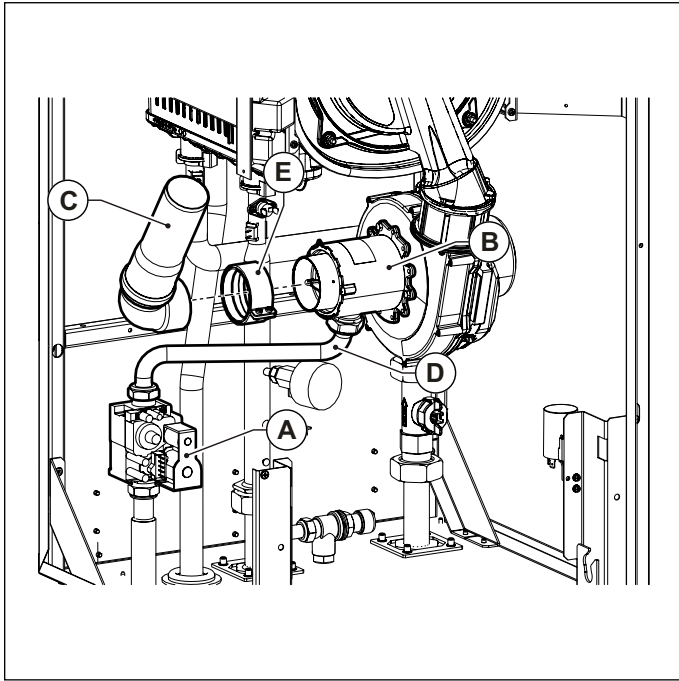

Fig. 32 Marmitta di aspirazione
- Rimuovere la marmitta di aspirazione **C** sfilandola dal miscelatore. Sul modello KR 60, prima di sfilare la marmitta, rimuovere il manicotto **E** che la fissa al miscelatore **B** (vedi Fig. 32 Marmitta di aspirazione).
- Scollegare il tubo gas **D** dal miscelatore **B** (vedi Fig. 32 Marmitta di aspirazione).
- Collegare il tubo del gas **D** al miscelatore (vedi Fig. 32 Marmitta di aspirazione).
- Rimontare la marmitta di aspirazione **C** al miscelatore. Sul modello KR 60 la marmitta va fissata con il manicotto **E** (vedi Fig. 32 Marmitta di aspirazione).